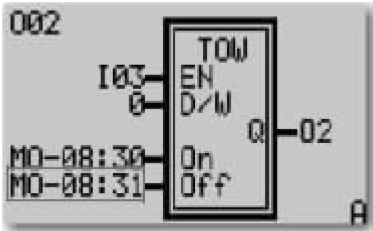

图 1-13 组态 TOW 功能块
- 11) 按“OK”键两次保存修改。组态 TOW 功能块如图 1-13 所示。